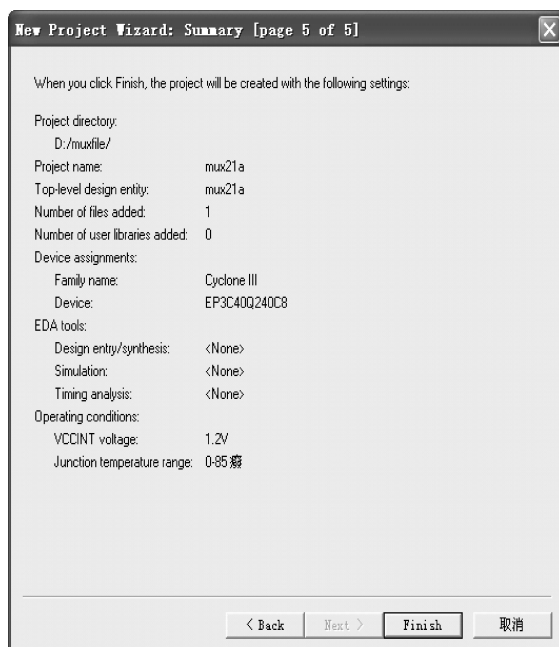
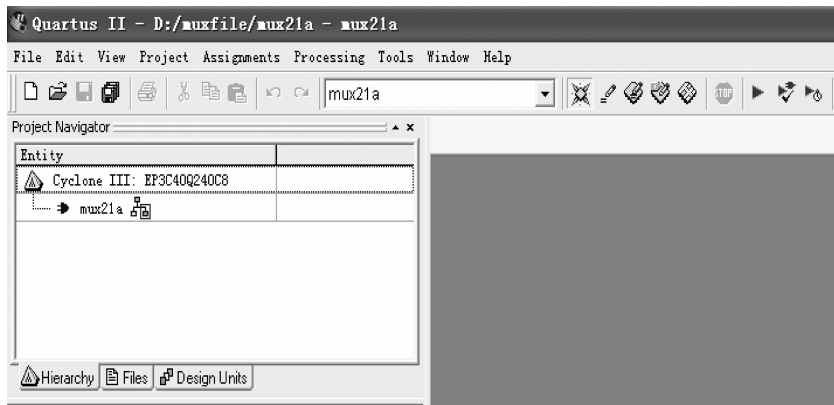

图 3-7 工程报告信息
图 3-8 “工程管理”窗口
(5) 结束设置。继续单击 Next 按钮,弹出如图 3-7 所示的“工程信息报告”对话框,显示了工程的实体名、目标芯片等信息。最后单击 Finish 按钮,即已设定好此工程,弹出如图 3-8 所示的窗口,此工程管理窗口(Project Navigator)主要显示工程项目的层次结构和各层次的实体名。